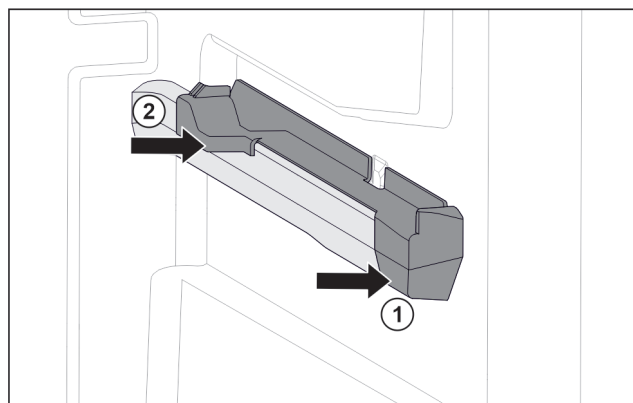

Fig. 83 Nasazovací díl na pravém žebrování na nádoby
- ▶ Nasadte nasazovací díl na žebrování na nádoby. *Fig. 83 (1)*
- ▶ Přitlačte nasazovací díl k zadní části. *Fig. 83 (2)*